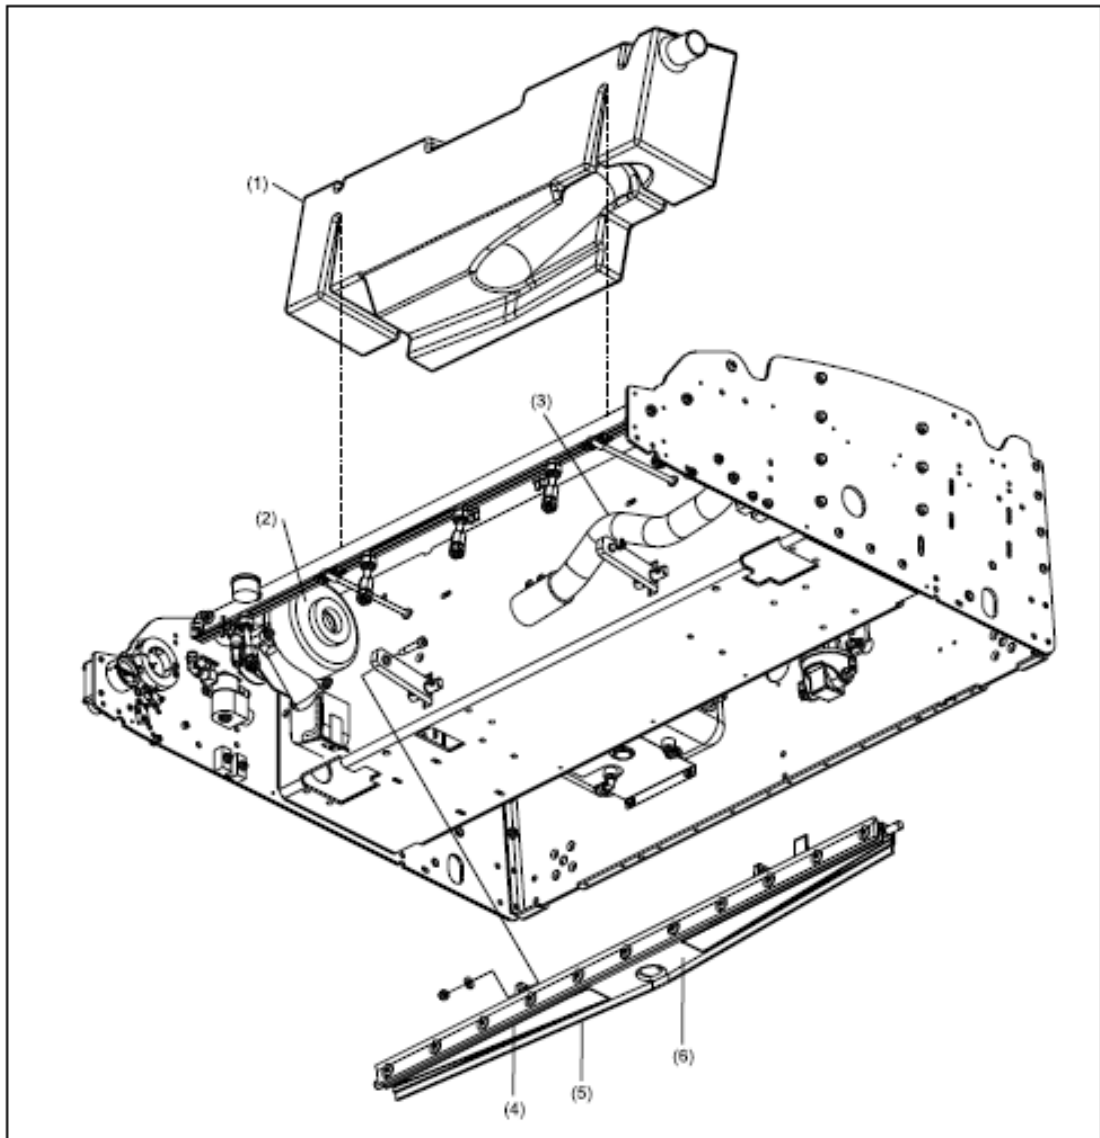

Figure 2-5. Système de dégraissage par aspiration – Vue de dessous
3. La mousse d'agitation mélange le dégraissant sur la piste pour décoller la saleté et l'ancienne huile de la surface. Référez-vous à la Figure 2-5.
4. La lèvre Squeegee canalise le liquide sale vers centre de la tête du squeegee. Référez-vous à la Figure 2-5.
5. Tout le liquide sale est aspiré dans le bac de récupération. Référez-vous à la Figure 2-5.